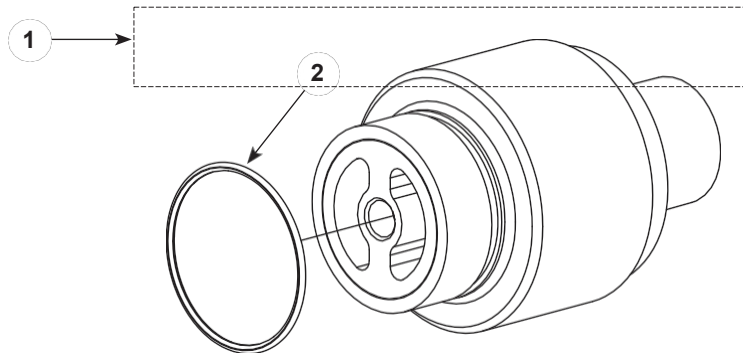

Abbildung 22 XD Elektrodenhalterung
B. Siehe Abbildung 22 und Teileliste für Reparaturteile für den XD Elektrodenhalterungssatz.